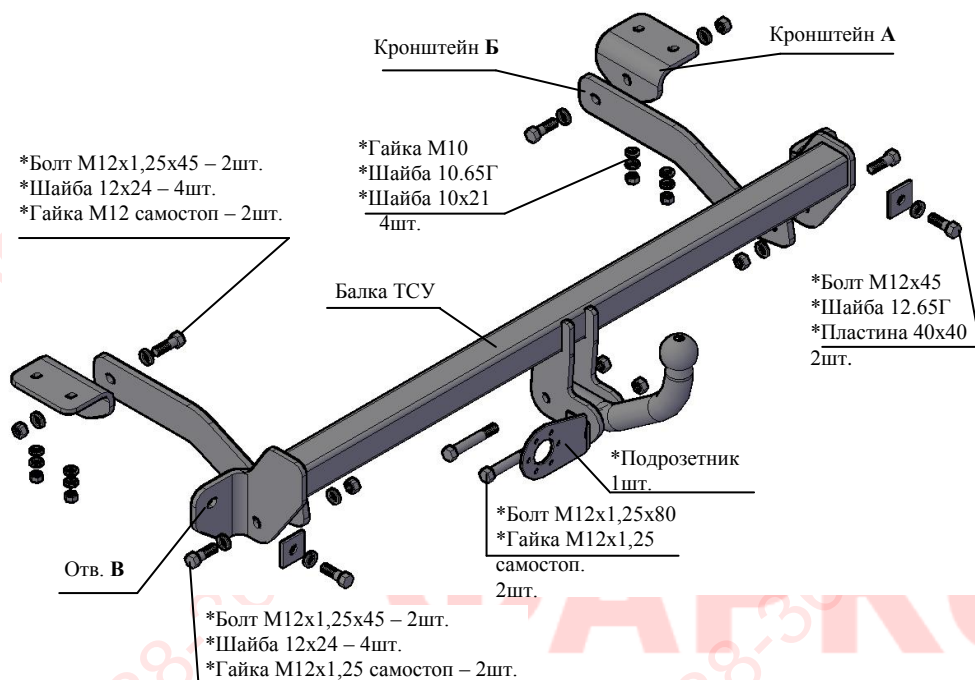

Рис.1 Тягово-цепное устройство 9510
2.1 ТСУ 9510 в сборе (рис.1)	1 шт.
2.2. Пакет с комплектующими (см. рис.1)	шт.